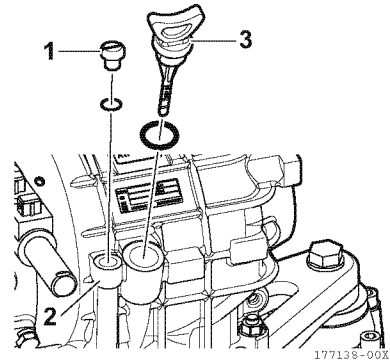
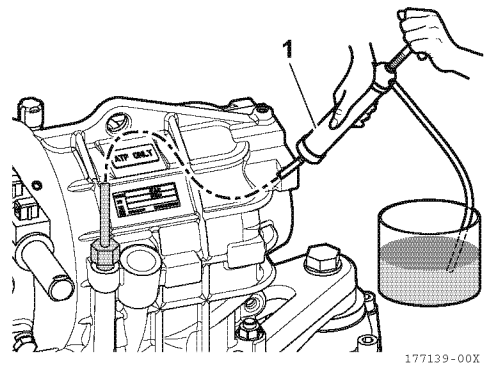

Figura 9
Figura 10
1. El cambio de aceite debe hacerse quitando el tapón (1, **Figura 9**) del conducto de succión de aceite (2, **Figura 9**).
La succión se puede hacer con una bomba de mano (1, **Figura 10**).
2. Empuje el manguito de la bomba (1, **Figura 10**) a través de la tubería de succión (2, **Figura 9**) y extraiga el fluido.
3. Desatornille la varilla de nivel de aceite (3, **Figura 9**).
5. Atornille la varilla de nivel de aceite (3, **Figura 9**).